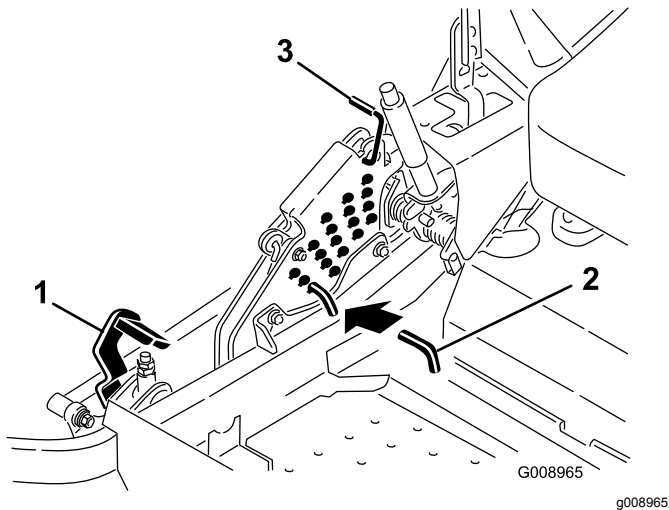

Figura 24
2. Pise el pedal de elevación de la carcasa y eleve la carcasa a la posición de transporte (que es también la posición de altura de corte de 140 mm) (Figura 24).
3. Para ajustar la altura de corte, gire el pasador 90 grados y retire el pasador del soporte de altura de corte (Figura 24).
4. Seleccione el taladro del soporte de altura de corte que corresponde a la altura de corte deseada, e inserte el pasador (Figura 24).